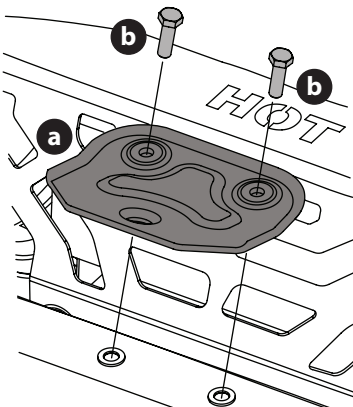

Fig. 2
1. Ubique el enganche (a) e instálelo en la parte trasera del bastidor con los dos tornillos de arandela hexagonal (b) proporcionados (Fig. 2).